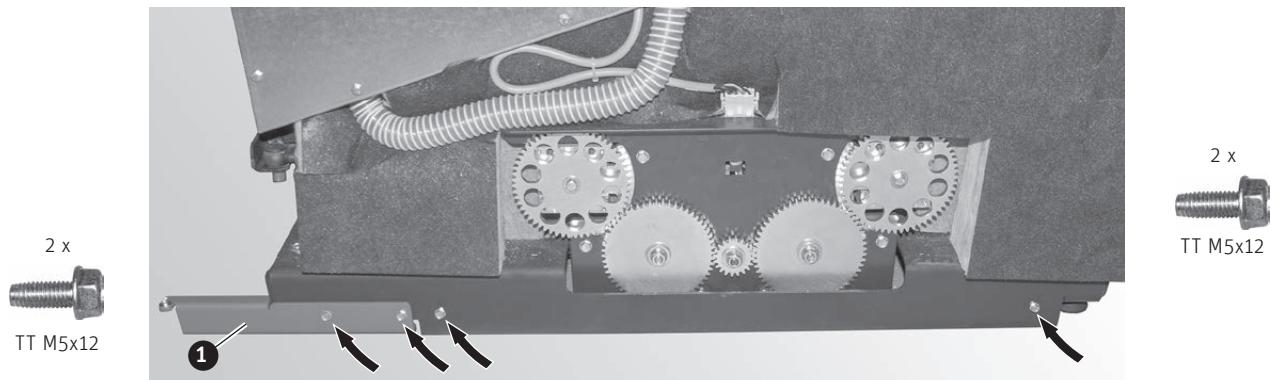

Fig. 43 Tür-Befestigungswinkel anschrauben, 2 Schrauben für Verkleidung bis zur Hälfte eindrehen
- ▶ Tür-Befestigungswinkel unten rechts am Sockel mit 2 Stk. gewindefurchende TT-Schraube M5x12 montieren – Fig. 43.
- ▶ 2 Stk. gewindefurchende TT-Schraube M5x12 , an welcher die Verkleidung eingehängt wird, unten rechts am Sockel **bis zur Hälfte eindrehen** – Fig. 43.